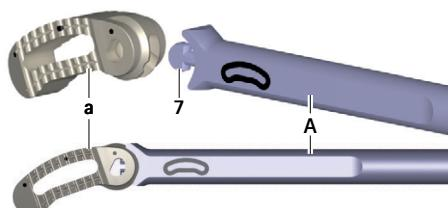

Рис. 7 Подсоединение рабочего имплантата к установочному инструменту
- Вставить рабочий имплантат а в защитной упаковке в двугранный угол 7 установочного инструмента А, см. Рис. 7. При этом следить за ориентацией рабочего имплантата (ориентация определяется по надписи на установочном инструменте).
- ▶ Подсоединить установочный инструмент A in situ к рабочему имплантату a, см. Рис. 7.